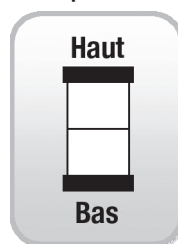

Figure 5
2. Pour installer l'interrupteur de mode (Figure 5), brancher un pôle de l'interrupteur au fil High/Low (Haut/Bas) (couleur verte) et l'autre au pôle de la mise à la terre.
Pour commencer à utiliser le chauffe-eau, placer l'interrupteur à « ON » (Marche) (Figure 7), placer l'interrupteur de mode à HAUT (Figure 5) ET ouvrir le robinet d'EAU CHAUDE désiré. L'unité s'allumera automatiquement et commencera à chauffer l'eau. NE PAS UTILISER LE ROBINET D'EAU FROIDE POUR AJUSTER LA TEMPÉRATURE.